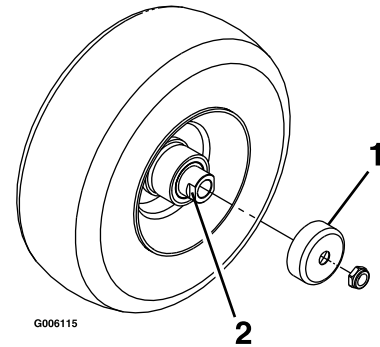

Figure 33
4. Déposez les protège-joints du moyeu de roue (Figure 33).
2. Si vous remplacez l'élément intérieur, insérez-le avec précaution dans le boîtier du filtre (Figure 33).
3. Placez ensuite le préfiltre sur l'élément de sécurité avec le même soin (Figure 33).
4. Remettez en place et verrouillez le couvercle du filtre à air (Figure 33).